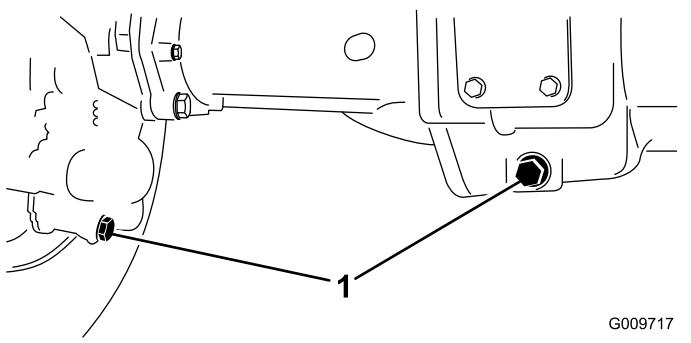

Figura 80
2. Limpie la zona alrededor de los tres tapones de vaciado, uno en cada extremo y uno en el centro (Figura 80).